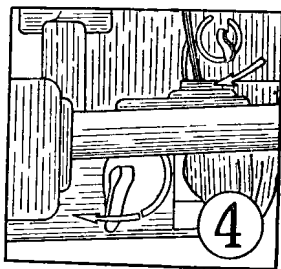

图1—8—④ 接通点火开关
(4) 打开起动机的点火开关, 接通电路, 若起动已经预热过的起动机时, 可把磁电机的点火握柄放在延迟位置上; 如起动未预热的起动机时, 将点火握柄放在提前位置上, 如图 1—8—④;